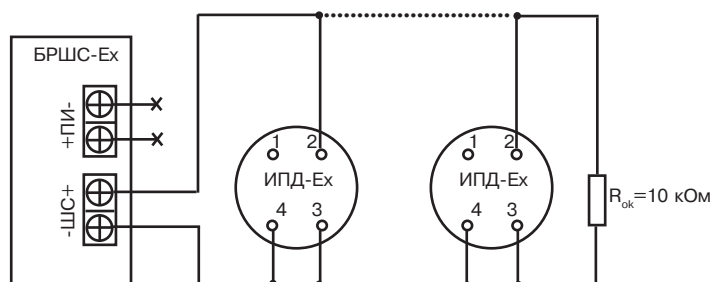

Рисунок 1 – Рекомендуемая схема подключения извещателя к БРШС-Ех (в один шлейф БРШС-Ех рекомендуется включать не более 10 извещателей)
5.2.2 Установите основание в выбранном месте, закрепив шурупами. 5.2.3 Произведите монтаж подводящих проводов к клеммам контактов основания согласно схеме подключения (рисунок 1). Максимальная площадь поперечного сечения проводников – 0,75 мм².